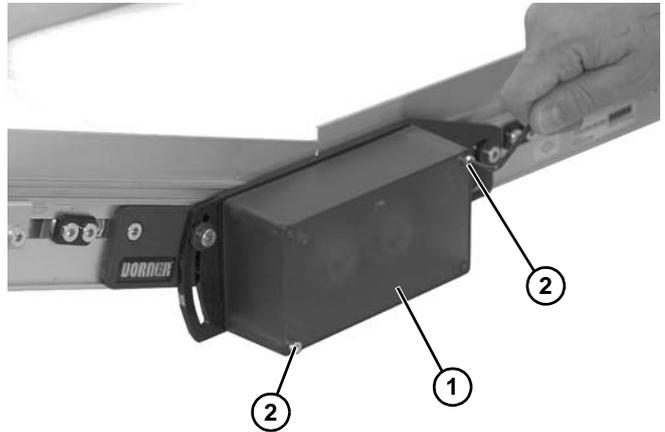

Figura 24
- 16. Instale la cubierta (Figura 24, artículo 1) y los dos tornillos (Figura 24, artículo 2). Apriete suficiente los tornillos para que la cubierta quede sujeta.